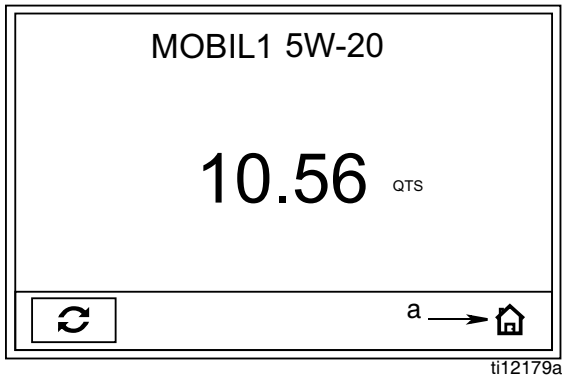

ABB. 9
2. Wenn ein Bildschirm des Betriebsmodus angezeigt wird, (gehen Sie wie in ABB. 9 dargestellt vor):